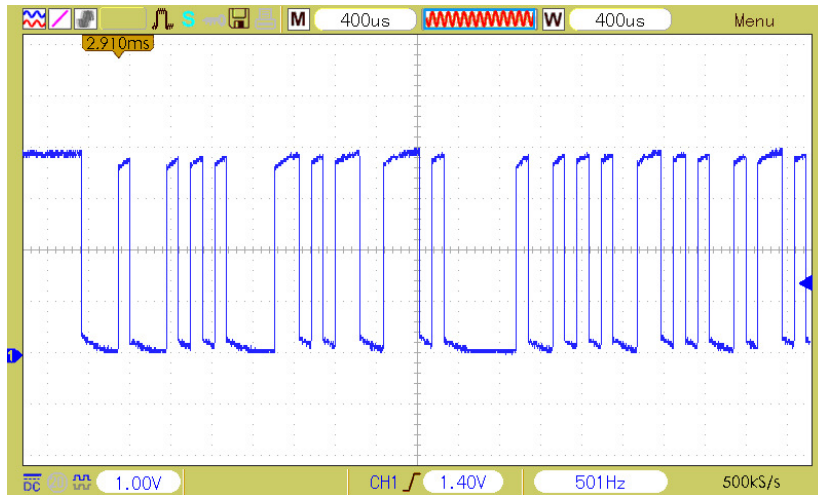

Abb. 2.1: Beginn des RS232 Signals
**Durchführung** Mit einem Trigger wird die Erfassung des Signals am Oszilloskop angehalten, damit dieses, wie in Abb. 2.1 auf der nächsten Seite abgelesen werden kann. Danach müssen die Hochs und Tiefs des Signal als 1 und 0 interpretiert werden. Die erhaltene Binärfolge lautet